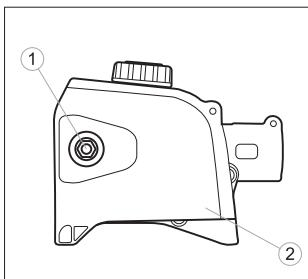

fig. 15
3. Installez la chaîne au dessus de la roue dentée dans la rainure du guide de scie, puis alignez-la au dessus de la roue dentée motrice. Assurez-vous que les dents sont correctement orientées (fig.15).